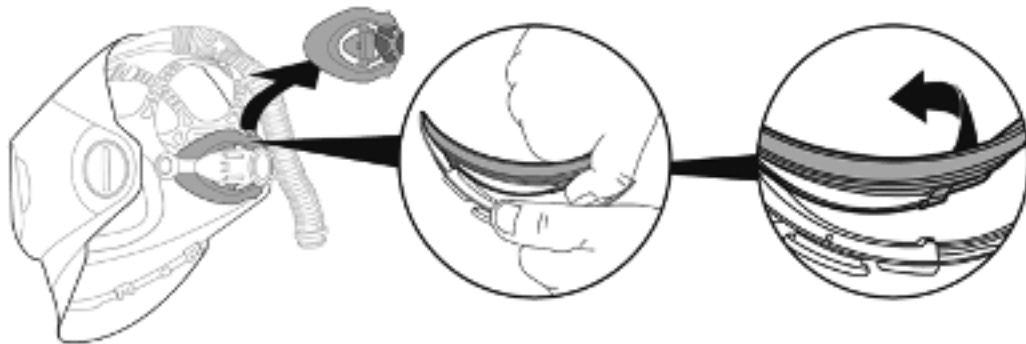
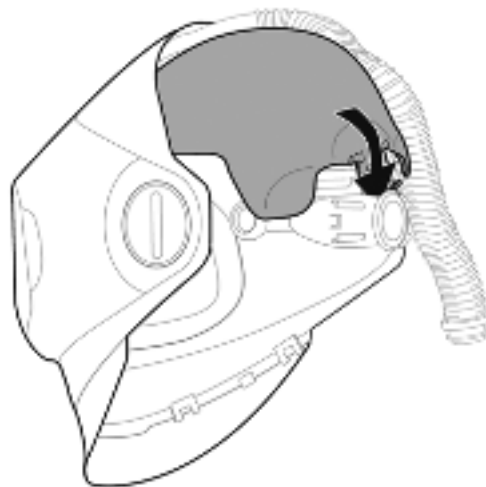

Fig. 20a
Fig. 20b
- a. Quite la copa para la cabeza de la suspensión (Fig. 20a). Luego, deslice las patas del protector contra raspaduras detrás del punto de fijación (Fig. 20b).